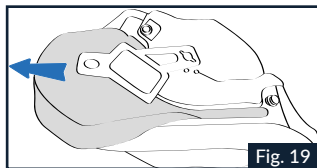

Fig. 19
2.2 Retirer délicatement le rembourrage intérieur en mousse expansée de la housse de revêtement en tissu de la mousse de joue gauche (Fig.19).
5.1 Insérer délicatement le rembourrage intérieur en mousse expansée dans la housse de revêtement en tissu de la mousse de joue gauche (Fig. 19). Étendre soigneusement la mousse en veillant à ce que le revêtement en tissu de la mousse de joue ne présente pas de plis.